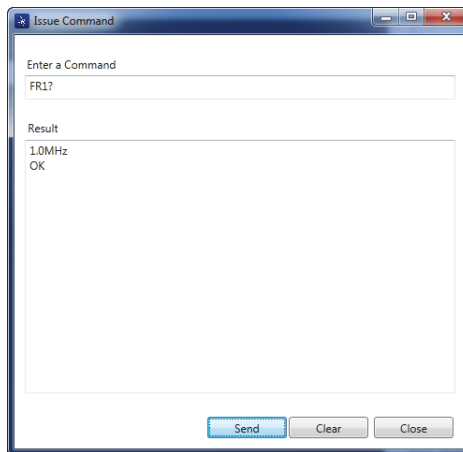

图 7-13 发布指令对话框
出现 **Issue Command**（发布指令）对话框（参见第 171 页的图 7-13）。
2. 在 **Issue Command**（发布指令）对话框中，输入一个指令（参见第 171 页的图 7-13）。
3. 在 **Issue Command** (发布指令) 对话框中, 点击 **Send** (发送) (参见第 171 页的图 7-13)。